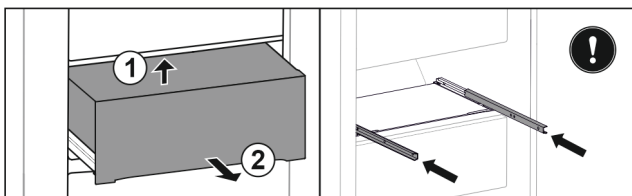

Fig. 148
- ▶ Ridicați sertarul de jos spate. Fig. 148 (1)
- ▶ Extrageți sertarul spre înainte. Fig. 148 (2)